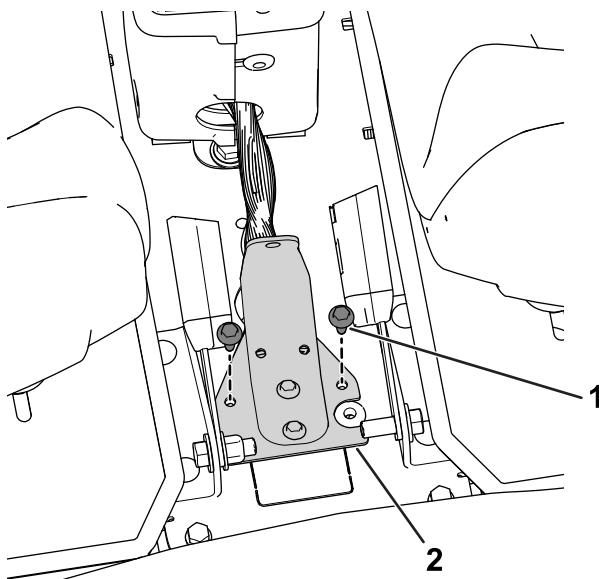

Bild 31
3. Befestigen Sie das Kabelbaumunterteil mit den vorher entfernten Schrauben am Armaturenbrett (Bild 31).